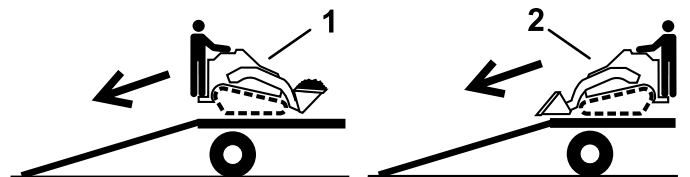

Figura 38
2. Descargue la máquina del remolque por la rampa con el extremo más pesado hacia arriba, y la carga en la posición más baja posible (Figura 38).